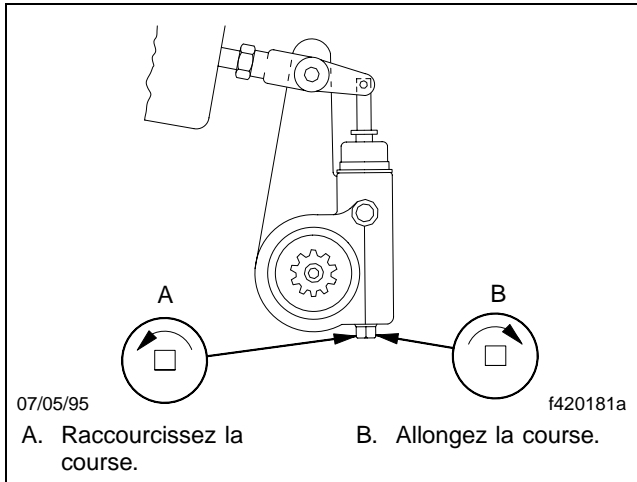

Fig. 11.20, Réglage de la course des freins
Tournez l'écrou de réglage d'un huitième de tour, tel qu'illustré à la **figure 11.20**. Mesurez de nouveau la course et ajustez-la jusqu'à ce qu'elle soit correcte.
- Tournez l'écrou de réglage d'un huitième de tour (**figure 11.20**). Mesurez de nouveau la course et ajustez-la jusqu'à ce qu'elle soit correcte.